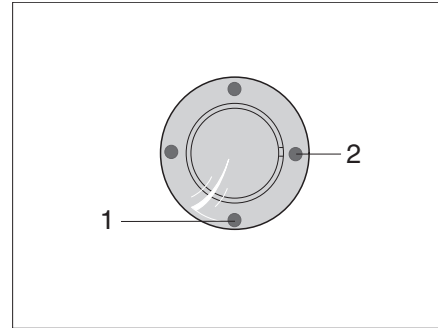
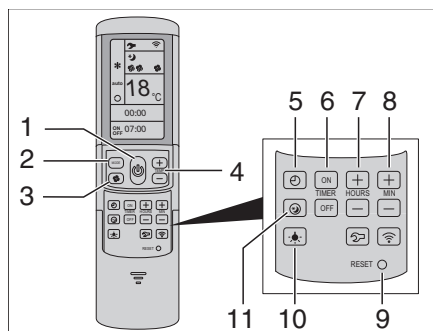

Fig. 224 Récepteur IR/Indication de fonctionnement
Fig. 225 Télécommande
La climatisation est montée sur le toit du véhicule. La télécommande (Fig. 225) pour la climatisation se trouve dans le coin cuisine.
La climatisation est prête à fonctionner. La DEL bleue (Fig. 224,1) s'allume.
- Pour la mise en service, appuyer sur la touche (Fig. 225,1) de la télécommande. La DEL bleue (Fig. 224,1) clignote.
- Régler le mode de fonctionnement désiré avec la touche MODE (Fig. 225,2).
- Si nécessaire, régler l'étage de ventilateur désiré avec la touche (Fig. 225,3) et la température ambiante avec les touches (Fig. 225,4).
Lorsque la température réglée sur la télécommande est atteinte, la DEL bleue (Fig. 224,1) s'éteint, le compresseur s'arrête et le ventilateur à air pulsé continue de tourner.
- Pour la mise hors service, appuyer à nouveau sur la touche (Fig. 225,1) de la télécommande.
- Pour la programmation, enclencher la climatisation avec la touche (Fig. 225,1) sur la télécommande.
- Régler le mode de fonctionnement désiré avec la touche (Fig. 225,2) et la température ambiante avec les touches (Fig. 225,4).
- Sélectionner la fonction désirée avec les touches (Fig. 225,6) :
- Avec les touches (Fig. 225,7 et 8), sélectionner la durée de commutation désirée (15 minutes à 24 heures).
- Confirmer le réglage avec les touches "ON" ou "OFF" (Fig. 225,6).